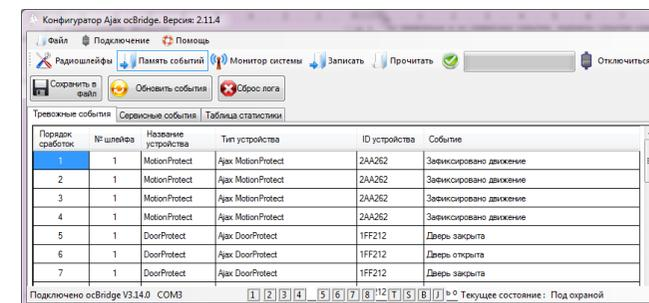
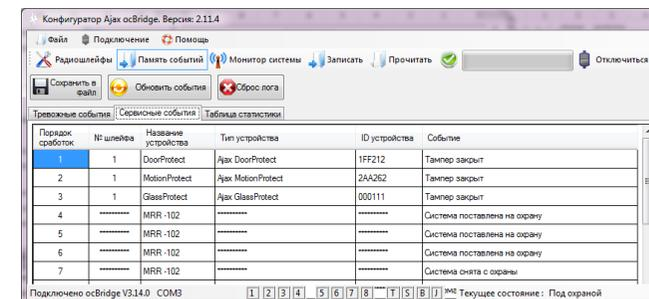

РИС. 13. Журнал тревожных событий
РИС. 14. Журнал сервисных событий
5.5. Вкладка «Память событий» хранит сведения о произошедших тревожных событиях (РИС. 13), сервисных событиях (РИС. 14) и таблицу статистики (РИС. 15). Возможно обновить информацию в журналах событий или очистить их кнопкой «Сброс лог». Журнал содержит до 50 тревожных и 50 сервисных событий. Журналы событий клавишей «Сохранить в файл» можно сохранить в .xml формате, который открывается программой Excel.